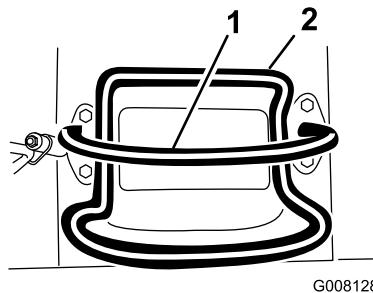
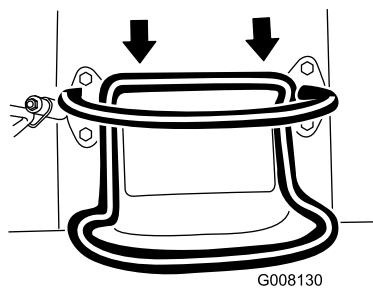

Figure 8
Figure 10
- Pour vous déplacer en marche arrière, tirez la commande de déplacement en arrière (Figure 10). **Regardez derrière vous lorsque vous faites marche arrière et gardez toujours les mains sur la barre de référence** (Figure 8).
- Pour arrêter la machine, relâchez la commande de déplacement (Figure 8).